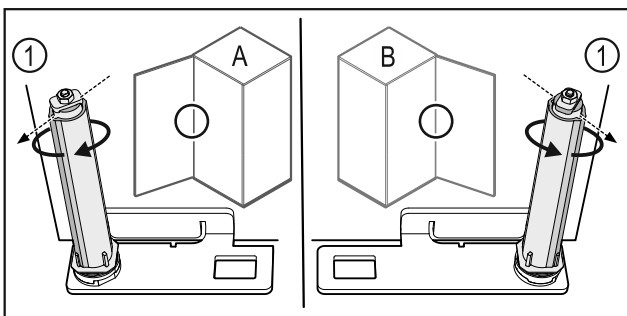

Fig. 52 Battuta a sinistra (A) / battuta a destra (B)
- Ruotare il sistema di chiusura contro la resistenza fino a quando la sporgenza del sistema di chiusura Fig. 52 (1) non è rivolta verso l'esterno.